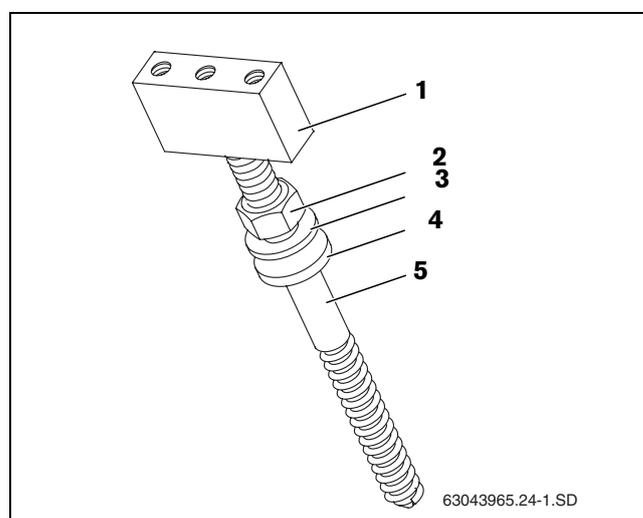

Fig. 22 Sequenza di montaggio delle viti prigioniere
- Per il montaggio delle viti prigioniere rispettare la successione dei singoli pezzi (fig. 22).
- Ruotare il blocco di fissaggio (fig. 22, [1]) fino all'arresto sulla vite filettata (fig. 22, [5]).